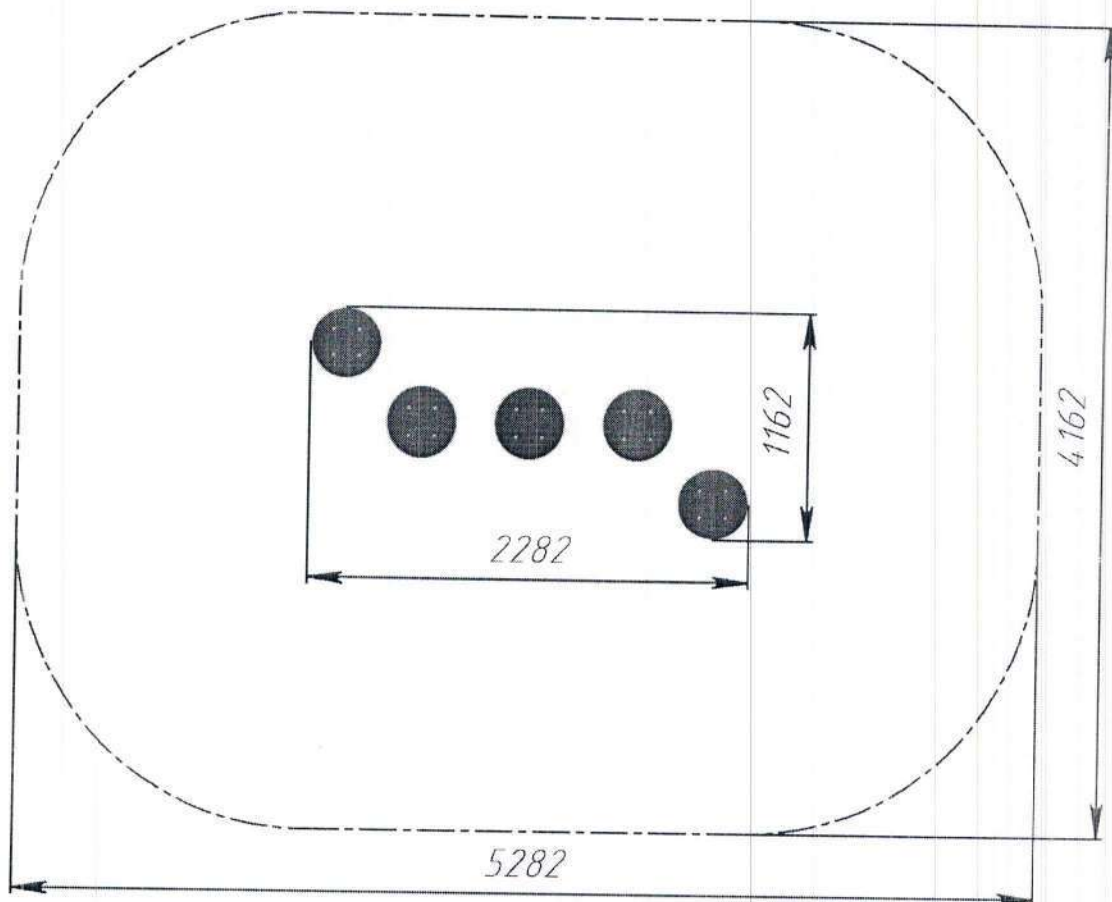

Рис.2 Безопасная зона приземления Тропинки игровой РТР 069
12.4. Монтаж Тропинки проводится на ровной площадке, свободной от насаждений. Размер площадки должен обеспечить безопасную зону приземления вокруг Тропинки в соответствии с рис. 2.